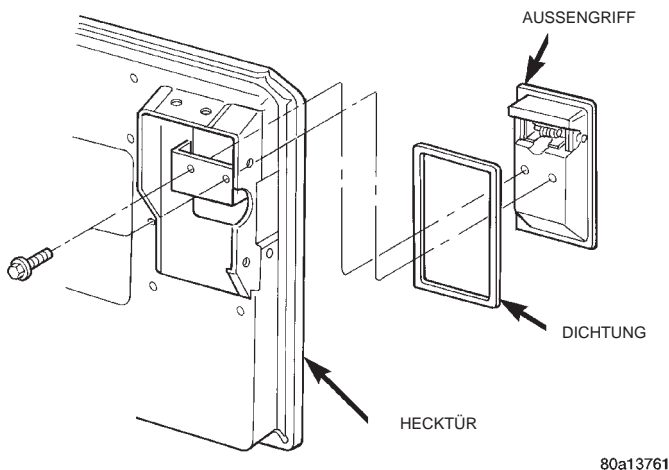

Abb. 83 Außengriff der Hecktür
- (1) Hecktürschloß ausbauen.
- (2) Befestigungsschrauben lösen, mit denen der Außengriff an der Hecktür befestigt ist (Abb. 83).
- (3) Außengriff mit der Dichtung von der Hecktür abnehmen.